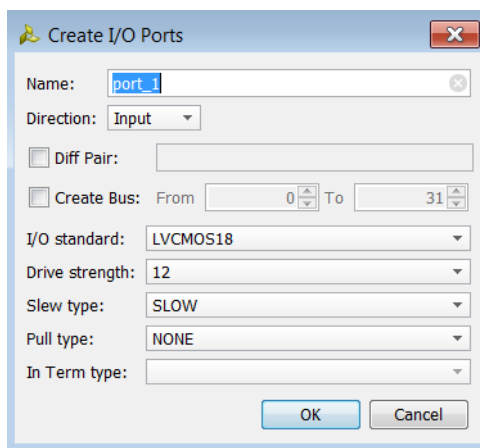

図 3-12 : [Create I/O Ports] ダイアログ ボックス
2. [Create I/O Ports] ダイアログ ボックス (図 3-12) で次のオプションを指定し、[OK] をクリックします。